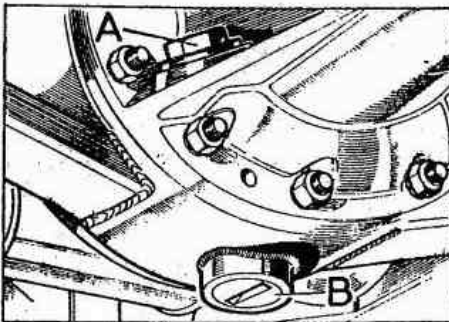

Fig. E -2 - Tapones de vaciado y llenado
- 1.2. Extraer el tapón de vaciado -B- (Fig. E -2), dejar que salga todo el aceite, volver a colocar el tapón con su junta dándole previamente dos vueltas con cinta de teflón a la rosca del tapón.
- 2.1. Quitar el tapón de llenado y nivel A (Fig. E -2)